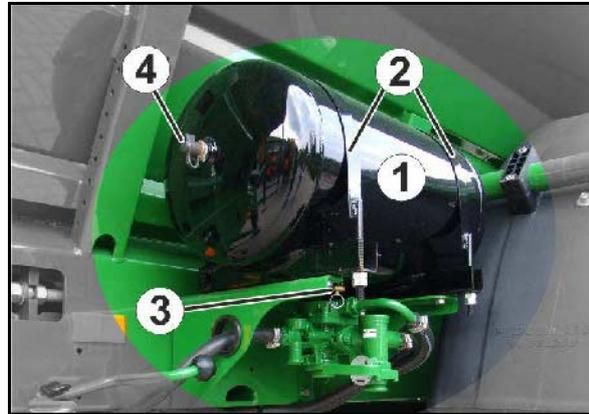

Fig. 83
1. Das Verschluss-Stück (Fig. 83/1) an den beiden Laschen zusammendrücken.